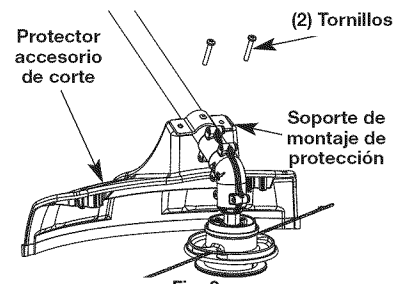

Fig. 2
1. Coloque el protector del cabezal de corte en el soporte de montaje de protección, asegurándose de alinear los orificios en el protector con los del soporte de montaje de protección. (Fig. 2)